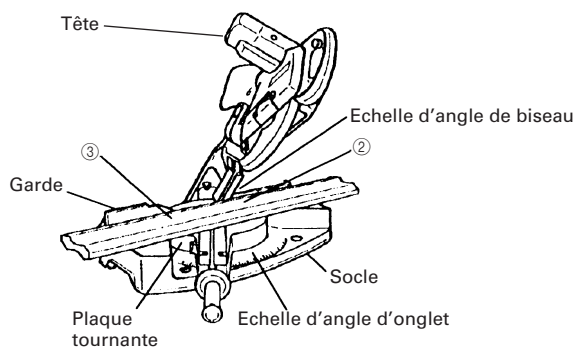
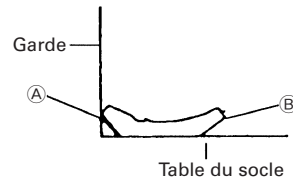

Fig. 43
Fig. 45
- (4) Réglage de coupe en corniche complexe aux positions ② et ③ de la Fig. 36 (voir Fig. 43 ; incliner la tête vers la droite) :
- ① Tourner la plaque tournante vers la droite et régler l'angle d'onglet comme suit :
- ② Incliner la tête vers la gauche et régler l'angle de biseau comme suit :
- ③ Disposer la corniche complexe de façon que la surface supérieure (A sur la Fig. 35) touche la garde comme indiqué à la Fig. 45.